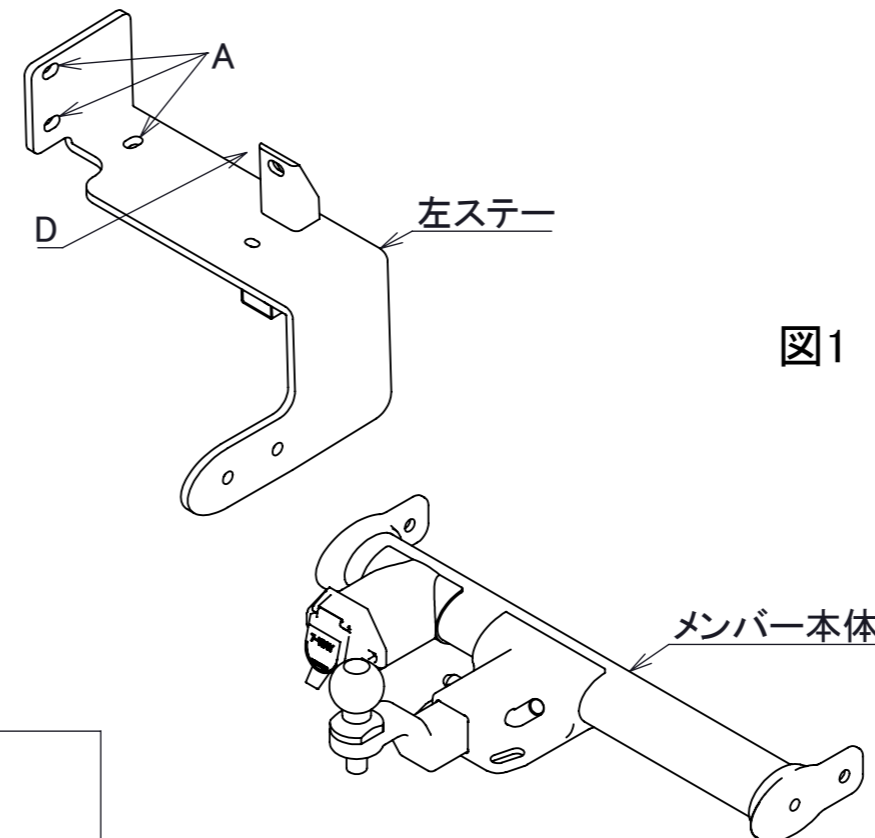

図1
2.ステアのAに対応する車両側の穴をΦ13の穴に加工してください。(図1参照)
※ステアのDの位置とフレームにスペーサーを挟んでください。(図1参照)